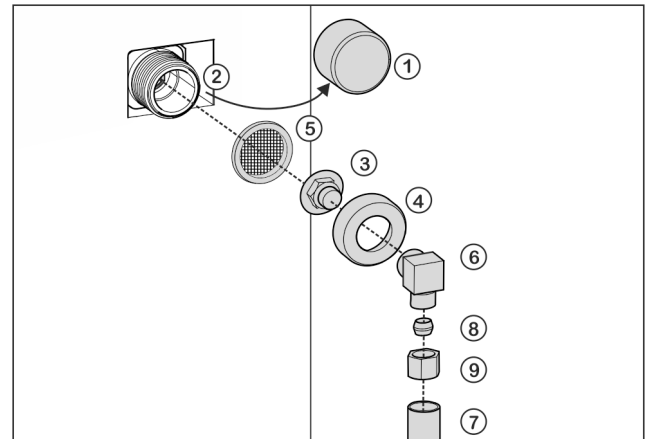

Fig. 50
- ▶ Kappe Fig. 50 (1) vom Magnetventil Fig. 50 (2) abziehen.
- ▶ Verbindungsstück Fig. 50 (3) in die Überwurfmutter Fig. 50 (4) einsetzen.
Unsachgemäßer Einbau des Wasserfilters Fig. 50 (5) ! Beschädigung des Wasserfilters.
- ▶ Wasserfilter Fig. 50 (5) mit der Vertiefung nach unten in Richtung Verbindungsstück Fig. 50 (3) einsetzen.
- ▶ Überwurfmutter Fig. 50 (4) an das Magnetventil Fig. 50 (2) anschließen und festziehen.
- ▶ Winkelstück Fig. 50 (6) anschrauben.
- ▶ Wasserleitung Fig. 50 (7) (z.B. Kupfer) mit Hilfe von Klemmring Fig. 50 (8) und Mutter Fig. 50 (9) am Winkelstück Fig. 50 (6) anschließen.
- ▶ Die Wasserleitung Fig. 50 (7) mit dem Rastbügel ggf. am Gehäuse fixieren.
- ▶ Winkelstück Fig. 50 (6) zur Seite legen.
- ▶ Wasserleitung Fig. 50 (7) (z.B. Kupfer) mit Hilfe von Klemmring Fig. 50 (8) und Mutter Fig. 50 (9) am Verbindungsstück Fig. 50 (3) anschließen.